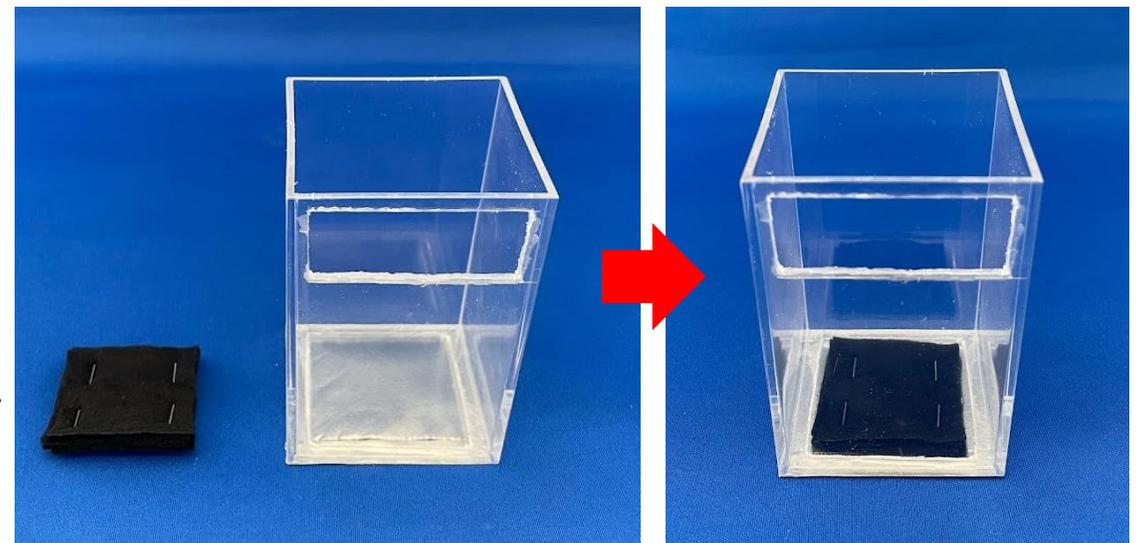

図11 黒フェルトを貼る様子
- ⑤黒フェルトを40mm×40mmに切り、4枚重ねてホチキスで留める。容器の内側から、④で貼ったアルミテープの粘着面にこのフェルトを貼りつけ、しっかりと固定する（図11）。